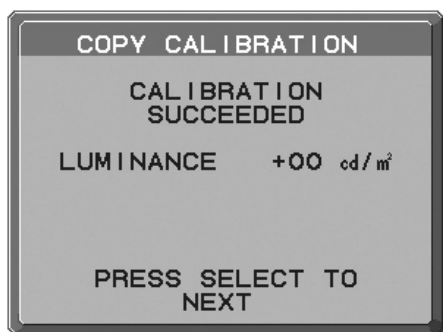

Рисунок 12
- По завершении процесса калибровки белые точки* и яркость на дисплее А должны соответствовать белым точкам и яркости на дисплее В. После того как появится сообщение “CALIBRATION SUCCEEDED” (КАЛИБРОВКА ЗАВЕРШЕНА) (**Рисунок 12**), нажмите “SELECT” для перехода в режим “ТОЧНАЯ РЕГУЛИРОВКА”*¹.